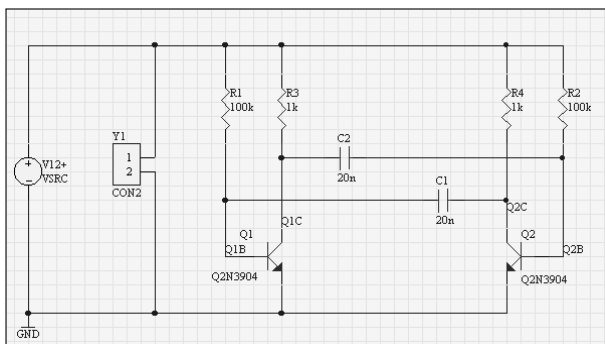

図9 - シミュレーションの準備が整ったスキーマティック
- メニューから **Place>>Wire** [ショートカット P, W] を選択し 12V ソースを図9のように回路に接続してください。